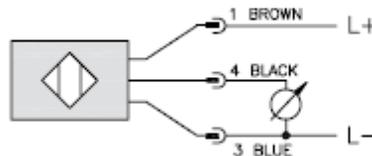

Figura 2. Diagrama de conexión para sensor ultrasónico.
- 7) Conecte la fuente, el sensor y el multímetro (configurado para medición de voltaje) de acuerdo a la figura 2.